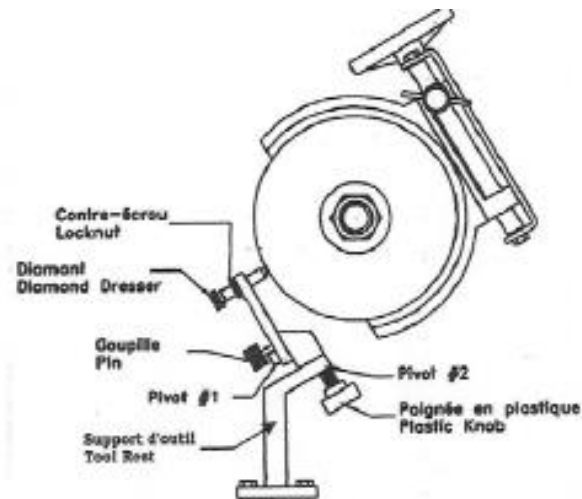

Figure 8
3. Vérifier l'alignement en pivotant le diamant, autour du pivot #2, d'un côté à l'autre. Le diamant doit toucher également les deux côtés de la meule. (Voir Figure 8).